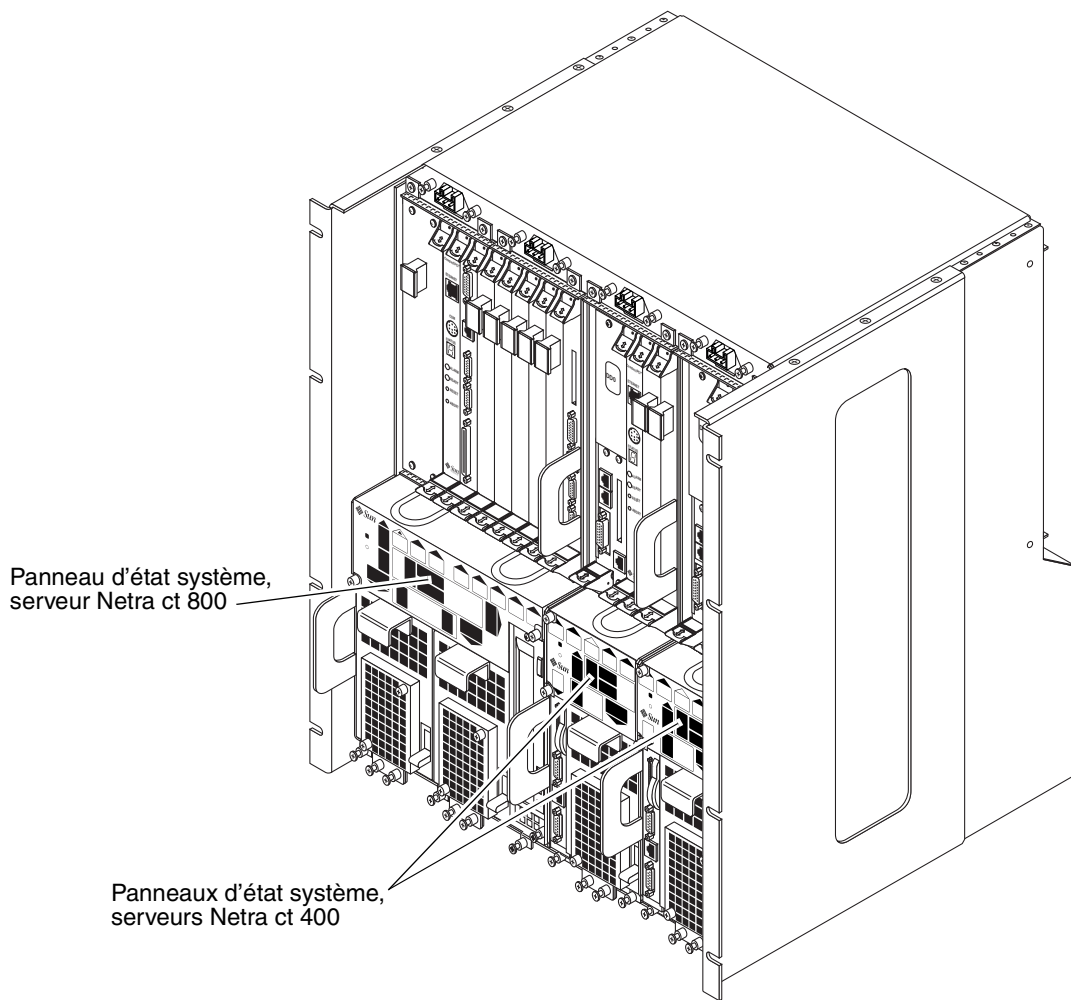

FIGURE 6-3 Emplacement des panneaux d'état système
L'emplacement du panneau d'état système des serveurs Netra ct 800 et Netra ct 400 est illustré à la FIGURE 6-3.
L'emplacement du panneau d'état système du serveur Netra ct 800 et du serveur Netra ct 400 est illustré à la FIGURE 6-3.
5. Localisez le panneau d'état système à l'avant du serveur Netra ct (référez-vous à la FIGURE 6-3).
L'emplacement du panneau d'état système des serveurs serveur Netra ct 800 et serveur Netra ct 400 est illustré à la FIGURE 6-3.